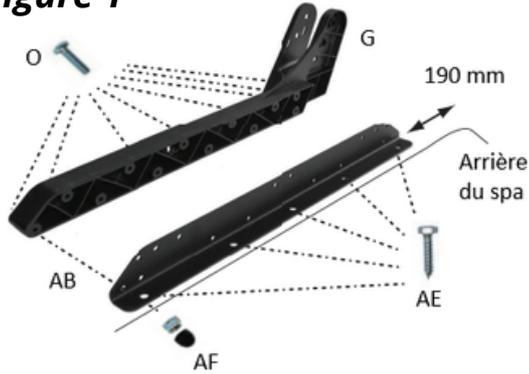

Figure 1
Installez chaque crochet en plastique sur les crochets de montage en aluminium en forme de L, à l'aide des (8) boulons 1/4 x 1" et des (8) contre-écrous en nylon 1/4 (voir Figure 1).